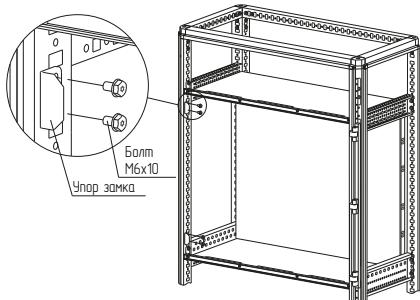

Рисунок 4
4.1.7 Установить упоры замка в соответствующие места и закрепить болтами самоизрезающими M6x16 (рисунок 4). Момент затяжки – 7 Н·м.